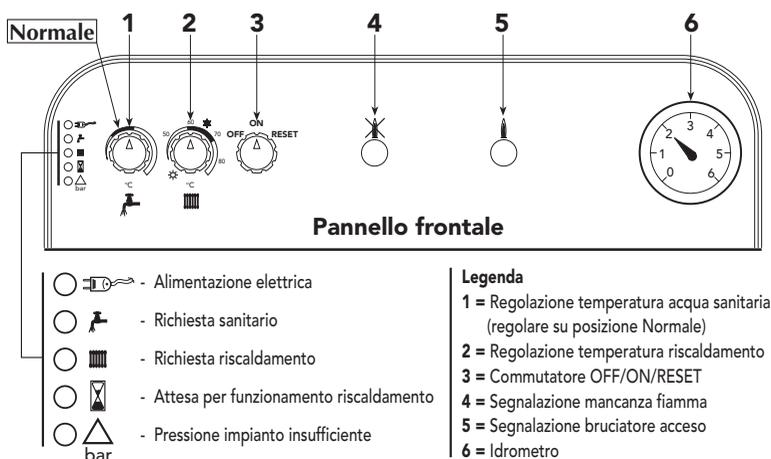

Fig. 23
“INVERNO” (❄️) (fig. 23)
“ESTATE” (☀️) (fig. 23)
- Ruotare il commutatore (3 - Fig. 23) sulla posizione ON.
- A questo punto scegliere se far funzionare la caldaia per il riscaldamento e la produzione d'acqua calda sanitaria, o per la sola produzione d'acqua sanitaria. Se si sceglie la prima condizione di funzionamento (riscaldamento + acqua calda sanitaria), posizionare la manopola 2 (fig. 23) sulla posizione Inverno in corrispondenza ad un valore superiore a 50°C e quella dell'eventuale termostato ambiente sul valore di
La regolazione della temperatura dell'acqua di riscaldamento si effettua ruotando l'apposita manopola (fig. 23 - part. 2). Ruotando la manopola in senso orario la temperatura dell'acqua di riscaldamento aumenta, in senso antiorario diminuisce. La temperatura può essere variata da un minimo di 30° ad un massimo di 85°. Consigliamo comunque di non far funzionare la caldaia al di sotto dei 45°.